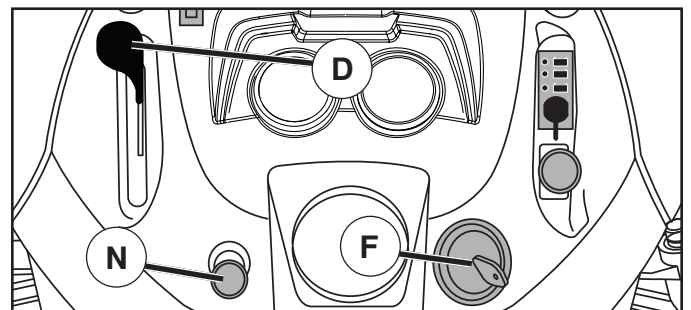

Fig. 6
- Placer la commande des gaz en position (D) « SLOW » (lent).
- Tournez la clé de contact à la position coupée (F) STOP et enlevez-la. Enlevez toujours la clé de contact quand vous quittez le tracteur pour empêcher l'emploi non autorisée.
## POUR UTILISER LA COMMANDE DES GAZ (D)(Voir la Fig. 6)
## POUR UTILISER L'ÉTRANGLEUR (N) (VOIR LA FIG. 6)